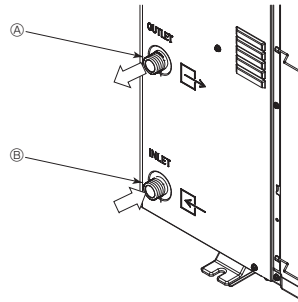

Fig. 6-1
6.1. Veetorustiku ühendus (Fig. 6-1)
- Sisse- ja väljalasketorude asend on näidatud joonisel Fig. 6-1.
[Fig. 6-1]